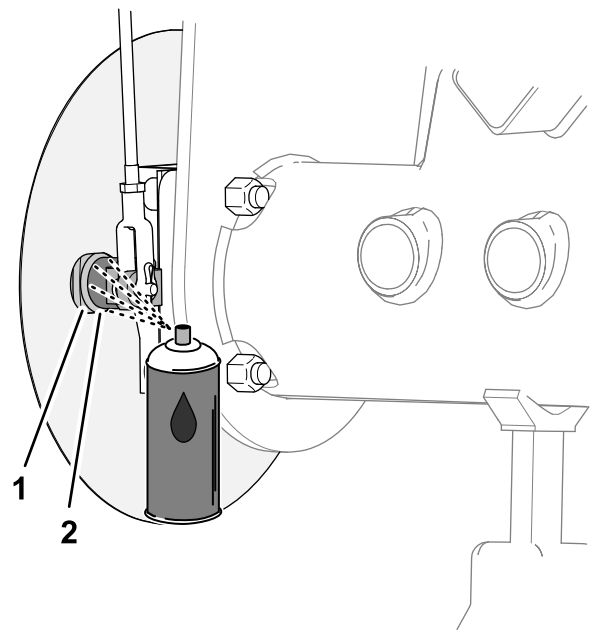
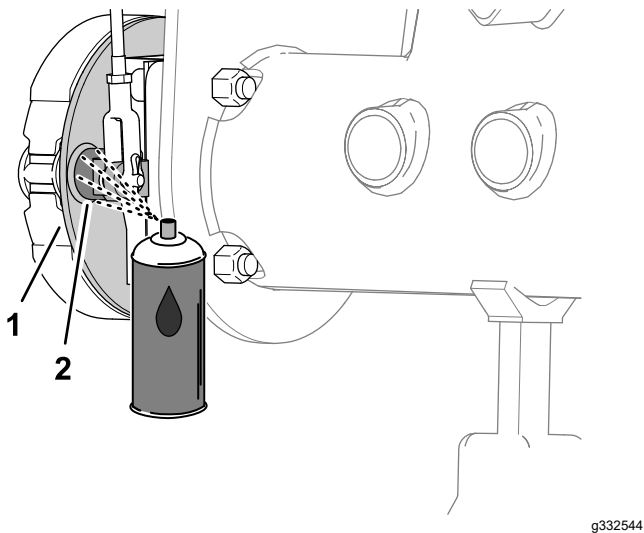

図 66
図 65
1. ブレーキのバックングプレートの機体中心側ガラスシールド非装着車の場合または、ホイールシールドの機体中心側ガラスシールド装着車の場合に、ブレーキのカムシャフトとバックングプレートとの間に浸潤性のオイルをスプレーする 図 65 または 図 66。